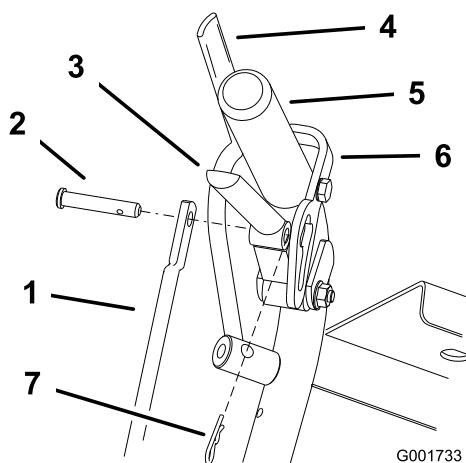
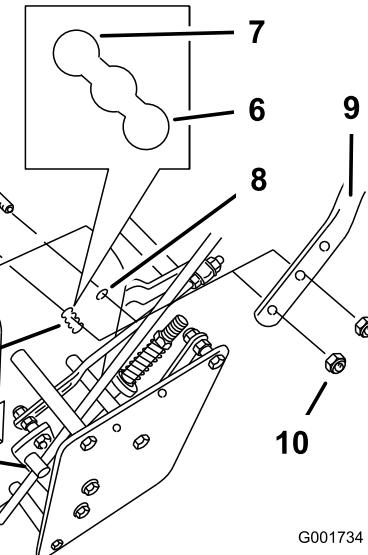

Figure 18
Figure 19
1. Retirez les goupilles fendues et les axes de chape des leviers de déplacement et des verrous du point mort (Figure 18).
2. Desserrez les boulons à embase supérieurs (3/8 x 1-1/4") et l'écrou à embase qui fixent la poignée au bâti arrière (Figure 19).
3. Retirez les boulons à embase (3/8 x 1 pouce) inférieurs et les écrous à embase qui fixent la poignée au bâti arrière (Figure 19).
5. Réglez la longueur de la tige de commande en la tournant dans sa fixation (Figure 18 et Figure 19).
6. Posez la goupille fendue entre les leviers de déplacement et les verrous de point mort, et dans les axes de chape (Figure 18).